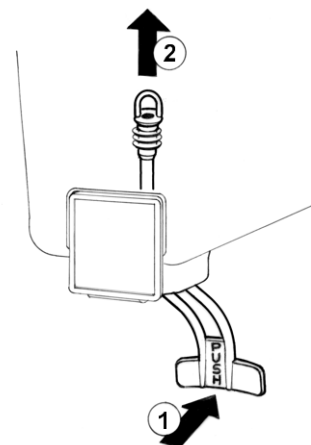

figure 5
- 6 **Robinet en inox à gravité:** défiler le piston et démonter le levier de débit robinet (voir figure 5).